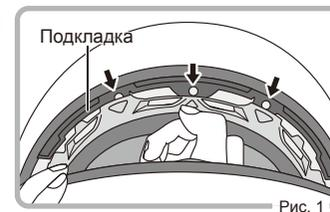

Рис. 1
- 1 Отстегните от шлема застёжки в лобной части, потянув их вниз. (Рис.1)